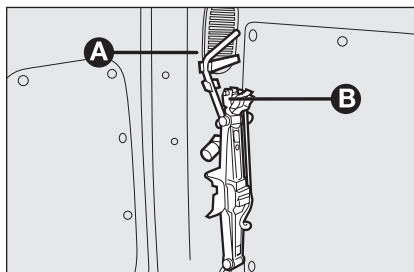
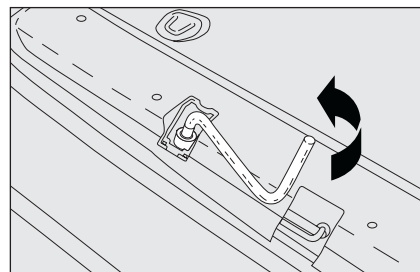

fig. 3
fig. 4
- ☐ neem de slinger **A-fig. 3** uit de houder;
- ☐ draai de blokkeerschroef **B-fig. 3** los;
- ☐ draai met de slinger **B-fig. 3** de blokkeerschroef van de reservewielhouder los **fig. 4**;